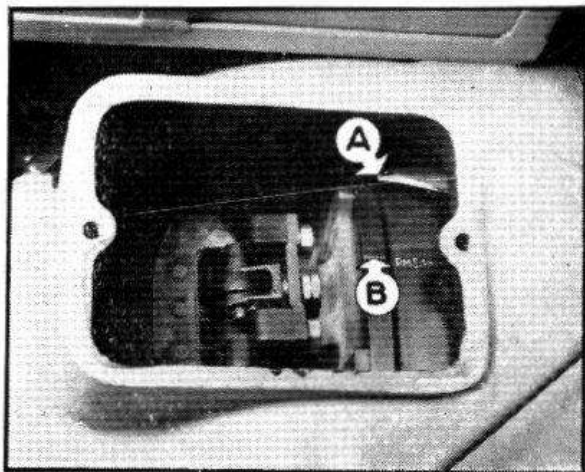

Fig. 25. — Point mort haut.
10° Calage de la distribution (fig. 25, 26 et 27) :
- Virer le moteur au moyen de la manivelle, jusqu'à ce que le repère (P.M.S. 1-4) gravé sur le volant (fig. 25) (B), coïncide avec l'index métallique (A) fixé à l'intérieur du carter intermédiaire. Dans cette position, les pistons des cylindres N^{os} 1 et 4, se trouvent au point mort haut, l'un en phase de compression, et l'autre en fin d'échappement et début d'aspiration.